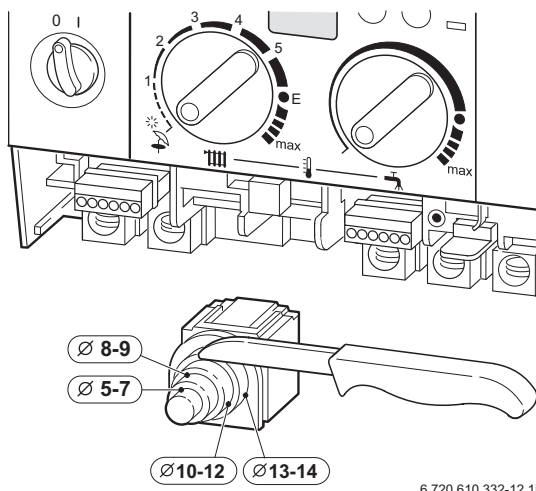

Fig. 21
- Per conservare la protezione contro gli spruzzi d'acqua (IP): scegliere il foro per il passaggio del cavo elettrico in base al diametro del cavo stesso, Fig. 21.